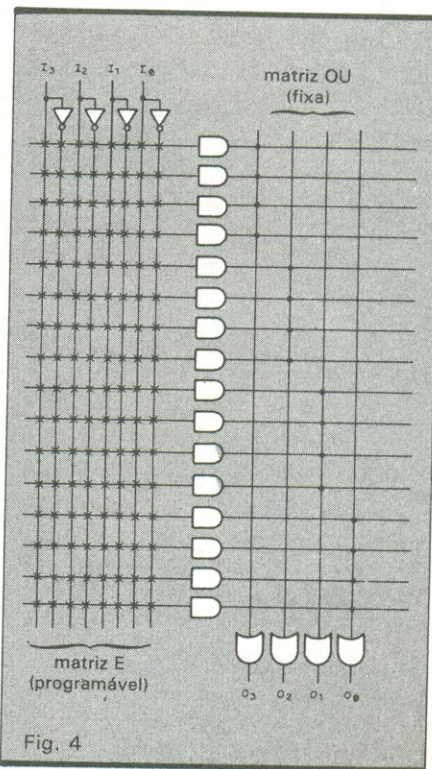

Fig. 4
**PLA — O FPLA (Field Programmable Logic Array)**, ou simplesmente PLA, é um integrado que também tem por objetivo facilitar a implementação de funções lógicas e reduzir a densidade de placas de circuitos integrados num sistema. Sua estrutura lógica (fig. 4) é bastante semelhante à da PROM e do PAL. A diferença é que tanto a matriz E quanto a matriz OU são programáveis pelo usuário, e esta característica lhe confere uma flexibilidade muito maior na implementação de circuitos lógicos.